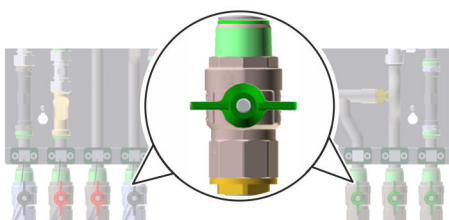

Abb. 49: Kugelhähne schließen
1. ➤ Alle Kugelhähne (Abb. 49) am Frischwarmwassermodule schließen.